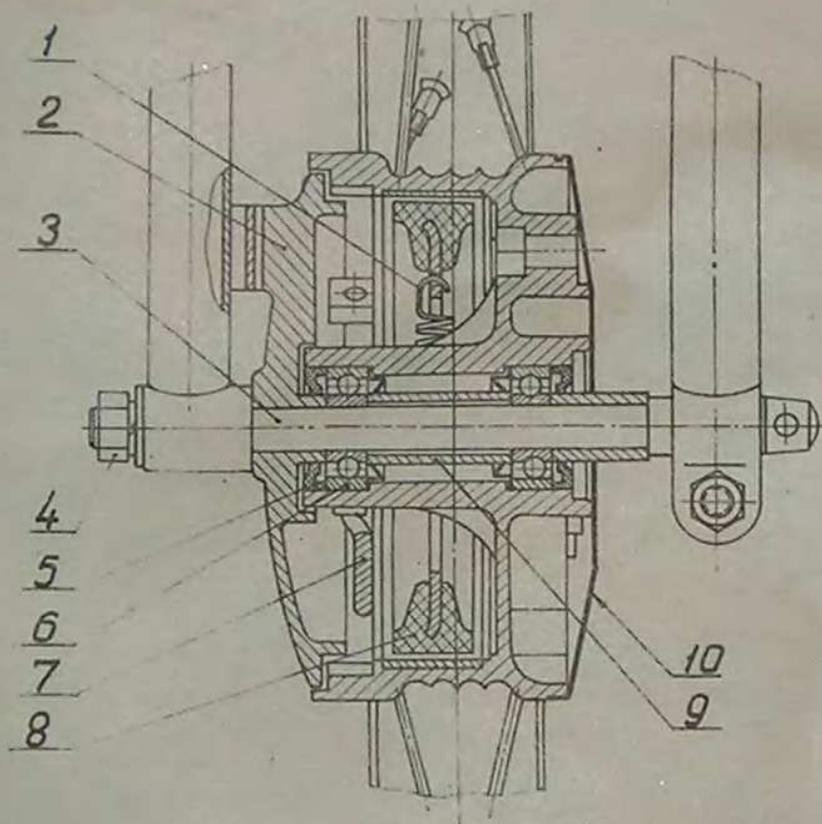

Рис. 6. Втулка переднего колеса
Колесо мопеда состоит из стального обода, втулки, спиц и ниппелей. Втулка переднего колеса представлена на рис. 6.
3. Легкими ударами выбейте ось 3 и снимите колесо. (Диск тормозных колодок остается на тросе). Установку колеса производите в обратном порядке. Втулка заднего колеса представлена на рис. 6.